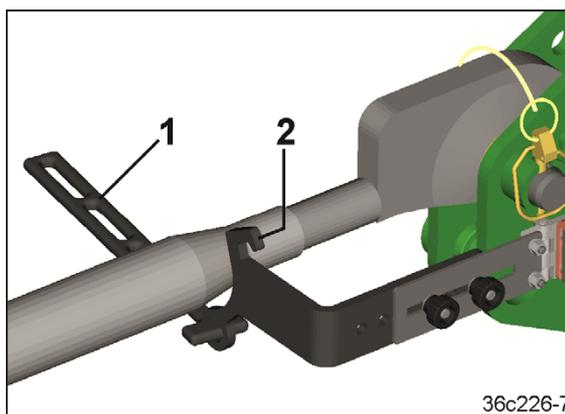

図 102
4. クランプエレメント (図 102/1) をトップリンクブラケット (図 102/2) に掛けます。